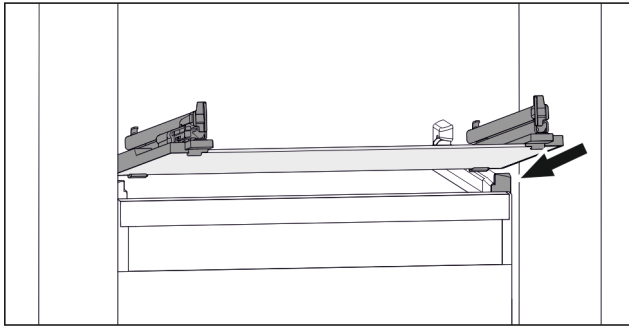

Fig. 154 Exemple de représentation de la tablette en verre
- Placer la tablette en verre, en l'inclinant, derrière les butées. (voir Fig. 154)